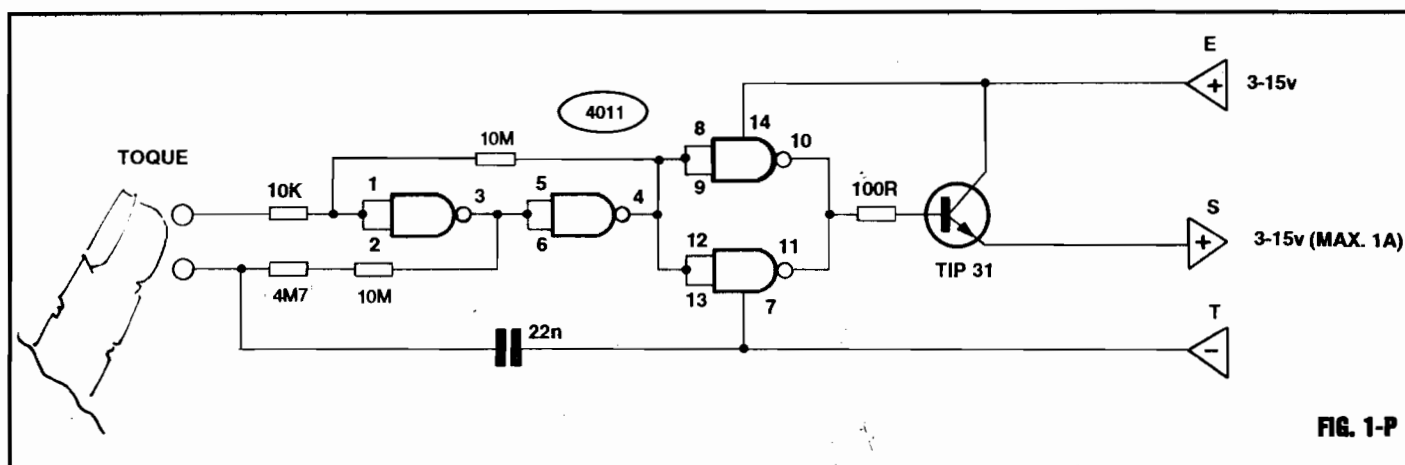

FIG. 1-P
- FIG. 1-P - O DIAGRAMA ESQUEMÁTICO DO CIRCUITO - No núcleo lógico do circuito, utilizamos os quatro **gates NAND** contidos num Integrado C.MOS 4011, comum e de baixo custo... Dois dos **gates** (os delimitados pelos pinos 1-2-3 e 4-5-6...) estão interligados como **simples inversores**, e como amplificadores poderosos de Corrente, em forma "cruzada" (já vimos estrutura parecida, no passado, quando estudamos o BIESTÁVEL com transístores bipolares comuns...), ou seja: a Entrada de um bloco ligada à Saída do outro, e vice-versa... A presença de um capacitor (22n) e da própria Resistência da pele do dedo do operador, forma, então, sobre o dito BIESTÁVEL, uma rede de realimentação de fase com *constante de tempo* de aproximadamente meio segundo, capaz de transformar o conjunto num verdadeiro ASTÁVEL... Isso quer dizer que,